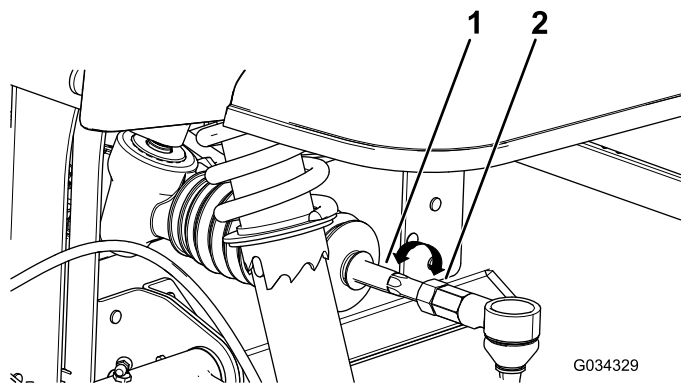

Рисунок 48
4. Если измеренное значение не находится в пределах  $0 \pm 3$  мм, ослабьте контргайки с наружных концов тяг (Рисунок 48).